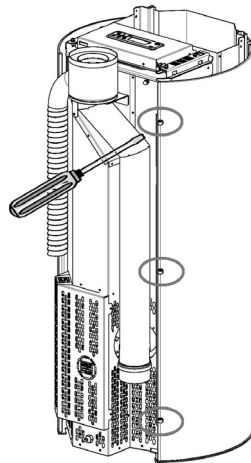

Fig. 73 - Fjern skruerne
- Løsn de bagerste skruer på sidestykkerne (se **Fig. 73**).